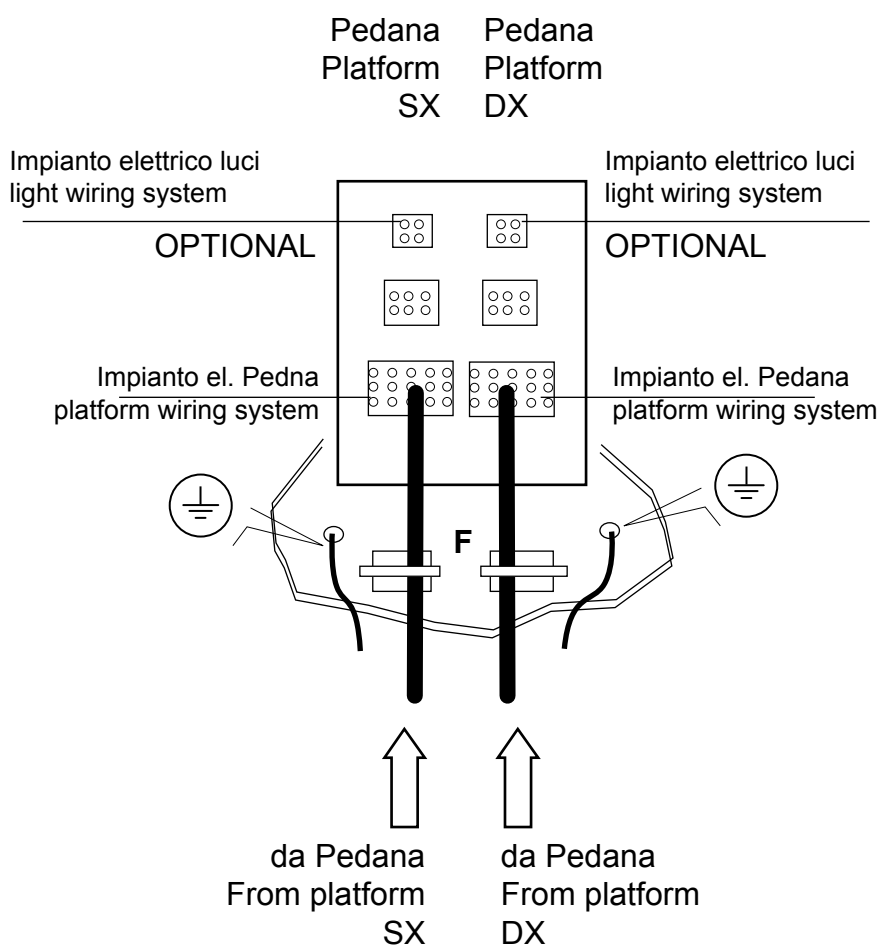

Fig.19
- Eseguire la stessa operazione con i due cavi che si trovano arrotolati alla base anteriore del sollevatore, collegando le spine all'interno del quadro elettrico (vedi fig. 19); bloccare i cavi con appositi fermacavi (F).
- Conduct the same operation with the two cables rolled up at the front bottom of the lift, connecting the plugs inside the electric box (see Fig. 19); block the cables with the specific cable stops (F).
- Gleicher Vorgang mit den zwei Kabeln ausführen, die sich aufgerollt an dem vorderen Sockel der Hebebühne befinden. Kabel im Inneren der elektrischen Bedientafel anschließen (siehe Abb. 19); die Kabel mit speziellen Kabelklemmen blockieren (F).
- Faites de même avec les deux câbles qui se trouvent enroulés à la base avant de l'élévateur, en reliant les prises à l'intérieur du panneau électrique (voir fig 19) ; bloquez les câbles avec les serre-câbles appropriés (F).
- Efectúe la misma operación con los dos cables que se encuentran arrollados en la base delantera del elevador conectando los enchufes en el interior del tablero eléctrico (véase fig. 19); bloquee los cables con adecuados sujetacables (F).